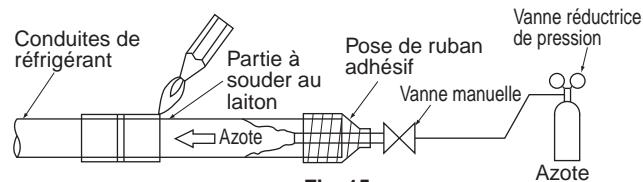

Fig. 15
- (Reportez-vous à la Fig. 15)**